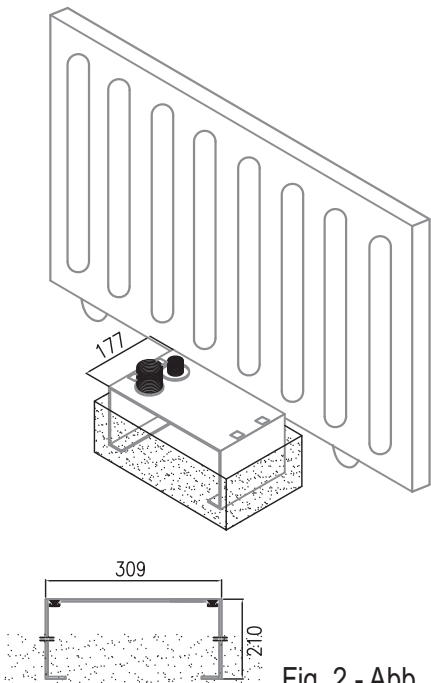

Fig. 2 - Abb. 2
1. Dig a foundation hole, taking into consideration the dimensions of the foundation plate (Fig. 2).
Take particular care of the assembly direction. The holes for the passage of the channel must be on the left (fig. 2).
1. Unter Berücksichtigung der Abmessungen der Fundamentplatte (Abb. 2) ein Fundament ausgraben.
Den Montagesinn genau beachten. Die Löcher zum Durchführen der Kanäle müssen sich links befinden (Abb. 2).